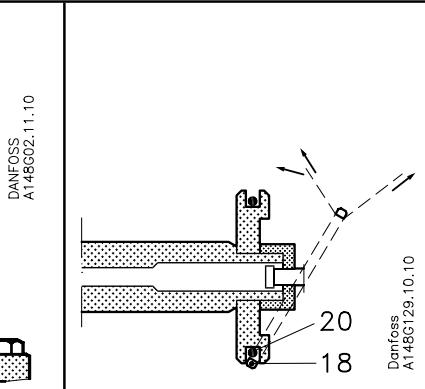

Fig. 7
F. Mount the O-ring (20) and then the sealing ring (18) as shown in fig 7. In order not to damage the ring use 2 plastic strips to pull the ring to the right place.
G. Mount the O-rings (66) on nipples for the pilot connection. Mount the nipples (68) with the gaskets (67), tighten 30-35 Nm.
F. Monter O-ringen (20) og derefter tætningsringen (18) som vist på fig. 7. Undgå at beskadige ringen ved at anvende 2 plastikstrimler til at trække ringen på plads.
G. Monter O-ringene (66) på niplerne til pilotforbindelserne. Monter så niplerne (68) med pakningerne (67), spænd med 30-35 Nm.